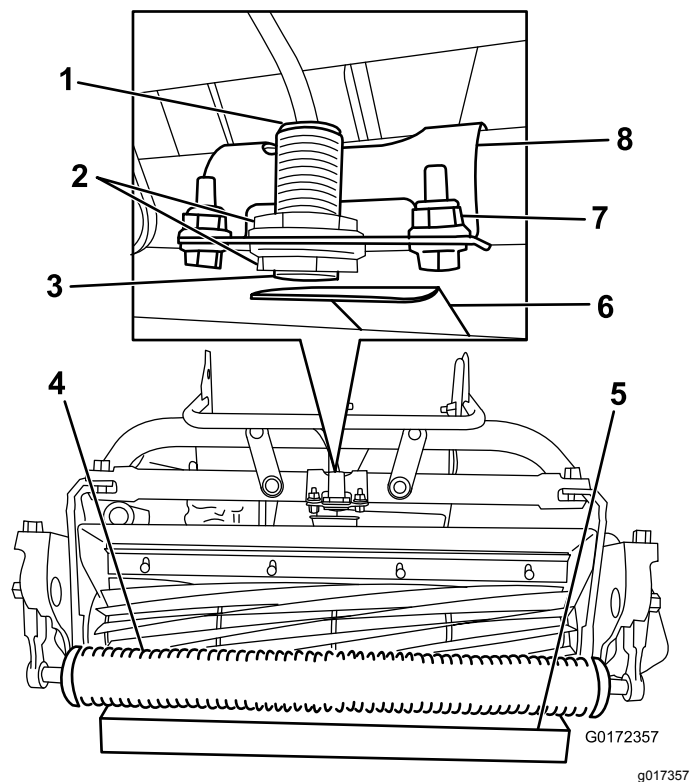

Bild 17
2. Lösen Sie die Klemmmuttern am Sensor und stellen Sie den Sensor so ein, dass ein Gewinde unter der unteren Klemmmutter sichtbar ist (Bild 17).
4. Stellen Sie einen 3,8 cm dicken Block unter die Rolle an der Frontschneideinheit (Bild 17).
5. Lösen Sie die Befestigungen, mit denen die Sensorhalterung am Rahmen befestigt ist (Bild 17).
8. Drehen Sie die Sensorhalterung zur Zielplatte, bis die Lampe oben am Sensor aufleuchtet (Bild 17). Wenn sie bereits aufleuchtet, drehen Sie sie von der Zielplatte weg, bis sie ausgeht; drehen Sie sie dann in umgekehrter Richtung, bis sie wieder aufleuchtet.